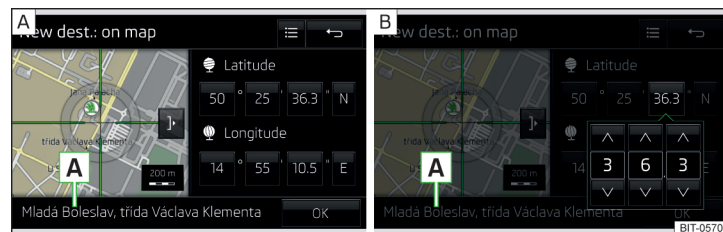

Fig. 229 Introducir destino: a través del punto del mapa / con ayuda de las coordenadas GPS
- Por el toque de la pantalla desplazar el destino deseado en la cruz reticular » fig. 229 - [A].
- Pulsar la superficie funcional con el valor deseado de las coordenadas GPS para la anchura gráfica  y la longitud gráfica  » fig. 229 - [B].
Si están disponibles informaciones sobre el punto introducido en los datos de navegación del Infotainment, entonces serán visualizadas en vez de las coordenadas GPS (p.ej. dirección [A] » fig. 229).